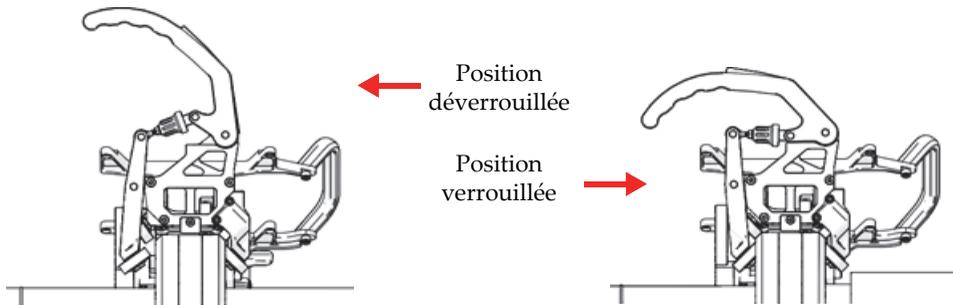

Figure 1-32 Positions des leviers des brides de serrage
2. Assurez-vous que les leviers des brides de serrage sont en position déverrouillée (Figure 1-32 à la page 51).